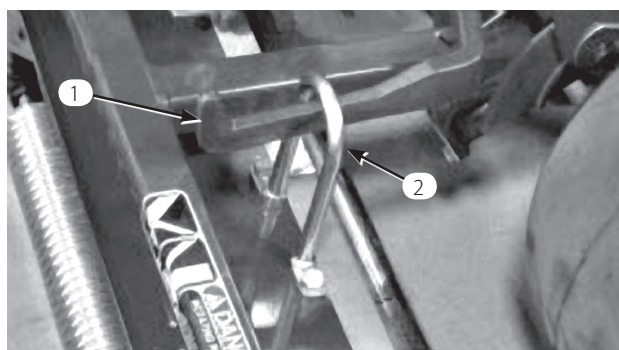

図 11
3. カッティングユニットをプル・フレームの下に引き入れ、吊り輪（フープ）を昇降アームに引っかける（図11）。